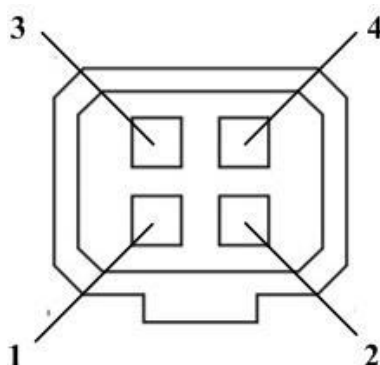

Figura 2-10 Interface do diafragma automático
- O tipo de interface do diafragma automático é mostrado em Figura 2-10 e a definição de cada pino é mostrada abaixo: